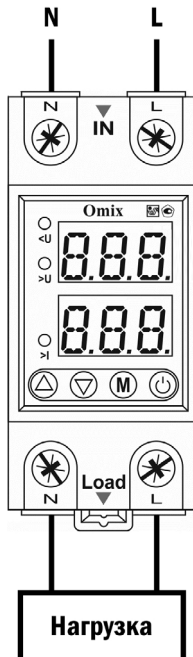

Рис. 3 – Схема подключения
2. Подключите прибор к источнику сети и нагрузке согласно схеме подключения (рис. 3).